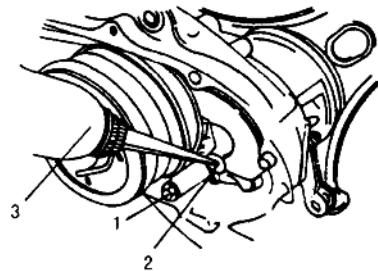

图 1-13 更换齿轮箱齿轮油
③加大螺纹孔,即把原来折断螺柱残端钻出,重新制出加大的螺纹孔,改用自制气缸螺柱。
(3)齿轮箱齿轮油的更换方法:首先将摩托车停在平坦的地面上,支起主停车架,起动发动机,让后轮空转3~5min;然后拆下左曲轴箱盖,拧下油面检查螺栓和放油螺栓,放出齿轮箱内的齿轮油,待齿轮油放净后装上放油螺栓及其密封垫圈并拧紧,最后从油面检查螺栓孔注入齿轮油(图1-13),直至齿轮油从油面检查螺栓孔流出为止,装上并拧紧油面检查螺栓及左曲轴箱盖即可。